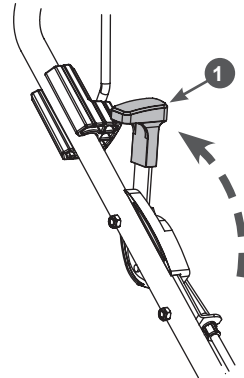

Рис. 14. Рычаг переключения положений рабочего валика
Перед запуском двигателя убедитесь, что рычаг переключения положений рабочего валика установлен в верхнем (транспортном) положении (Рис. 14). В противном случае скарификатор может начать движение, что может привести к травме, так как рабочий валик начинает вращаться сразу же после запуска двигателя.
2. Переведите рычаг переключения положений рабочего валика в верхнее (транспортное) положение (Рис. 14).